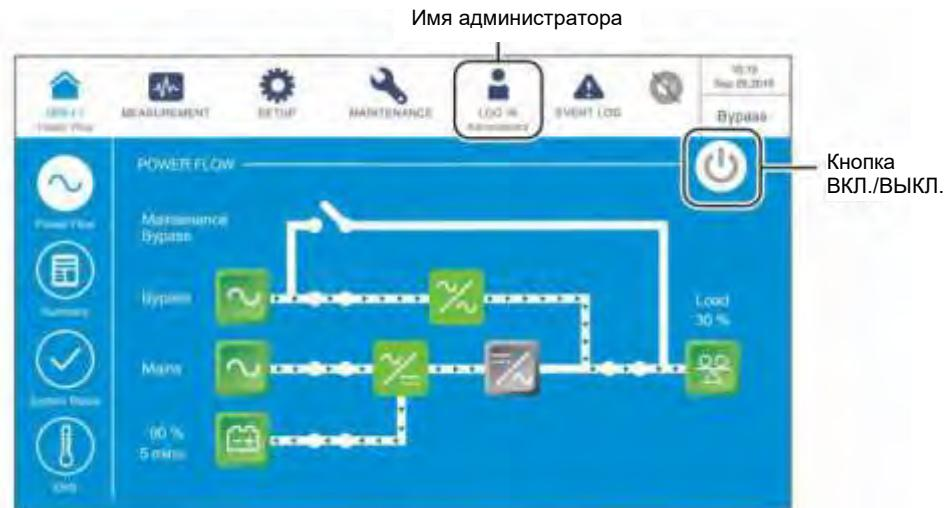

Рисунок 6-29: Главный экран: расположение кнопок имени администратора и ВКЛ./ВЫКЛ.
- | 7) Войдите в систему как **Администратор**. Для получения пароля **Администратора** свяжитесь с персоналом по техническому обслуживанию. После входа в систему убедитесь, что вход произошел под именем **Администратора** (см. **Рисунок 6-29**).